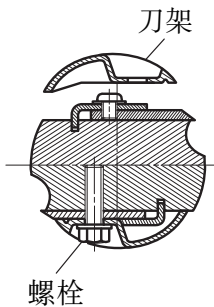

图 24
(2) 如图 24 所示，将刀架置于已完成的组件之上，并用 3 根螺栓固定之。务请拧紧螺栓。
(3) 向上转动刀刃座，对其反侧也请按相同方法进行设置。